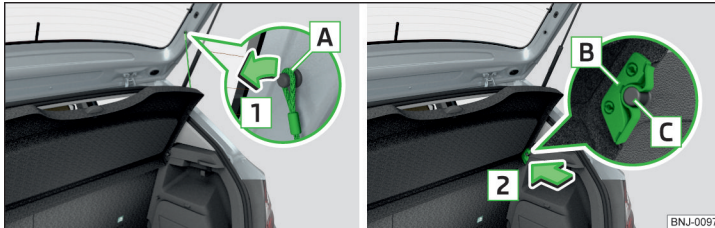

Abb. 100 Gepäckraumabdeckung herausnehmen
Sind die Haltebänder **A** » Abb. 100 an der Gepäckraumklappe eingehängt, dann wird beim Öffnen der Klappe die Gepäckraumabdeckung (nachstehend nur Abdeckung) mit angehoben.
- Auf den beiden Seiten der Gepäckraumklappe die Haltebänder **A** in Pfeilrichtung **1** aushängen » Abb. 100.
- Die Aufnahmen **B** an der Abdeckung über die Bolzen **C** an der Seitenverkleidung stellen » Abb. 100.
- Die Aufnahmen **B** an der Abdeckung müssen vollständig an den Bolzen **C** an der Seitenverkleidung anliegen » Abb. 100.
Im vorderen Bereich müssen die Aufnahmen **B** » Abb. 100 auf Seite 89 an der Abdeckung vollständig in den Bolzen an der Seitenverkleidung einrasten. Im hinteren Bereich muss die Abdeckung auf beiden Seiten unter der Verrastung gesichert sein.